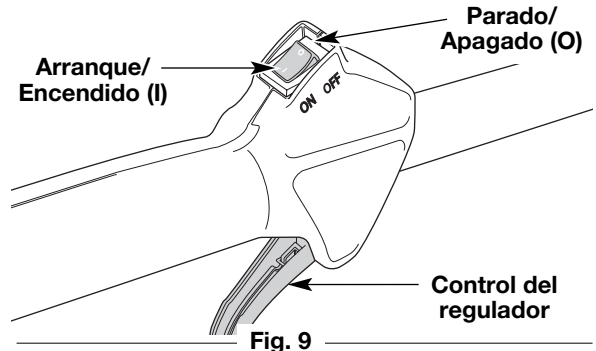

Fig. 9
NOTA: No hay necesidad de encender la unidad. El Control de Parada Encendido/Apagado (On/Off) está en la posición Encendido (ON) (I), en todo momento (Fig. 9).
2. Oprima y mantenga oprimido el control de encendido y apagado en la posición de **APAGADO** (O) hasta que el motor se detenga por completo) (Fig. 9).